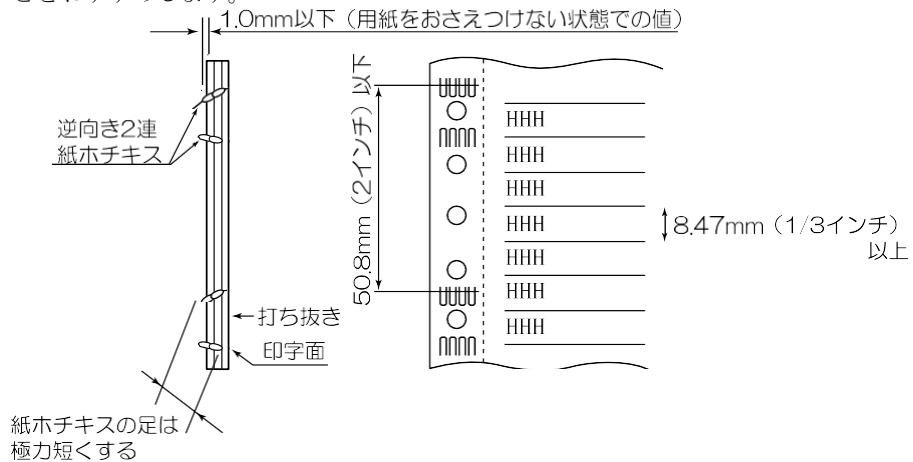
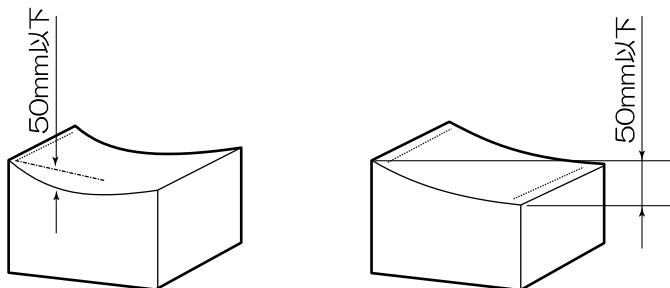

図 12 紙ホチキスの例
図 13 紙ホチキスの例
- 上記注意点を含んだ紙ホチキスの例を図12と図13に示します。